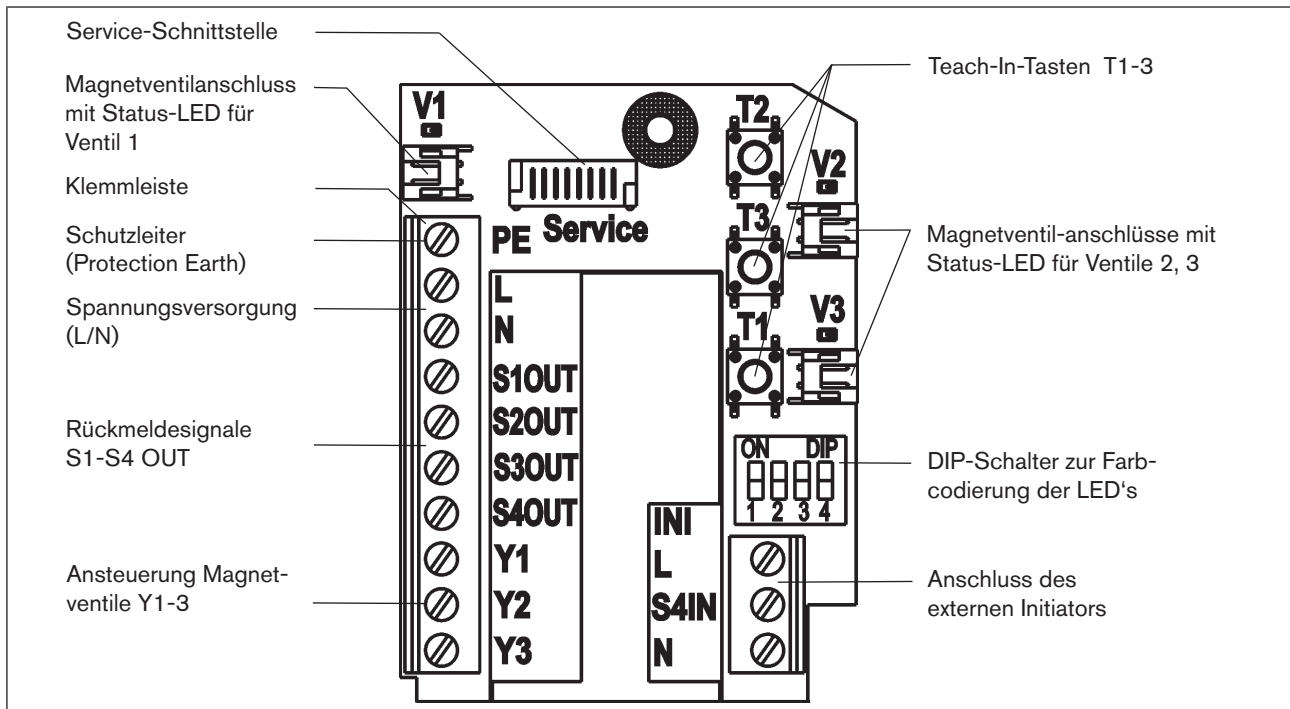

Bild 31: 120 V AC-Elektronikmodul
- Adern entsprechend der in „Bild 31: 120 V AC-Elektronikmodul“ beschriebenen Anschlussbelegungen an den Anschlussklemmen fixieren. Gegebenenfalls Kabel mit einem Kabelbinder fixieren.